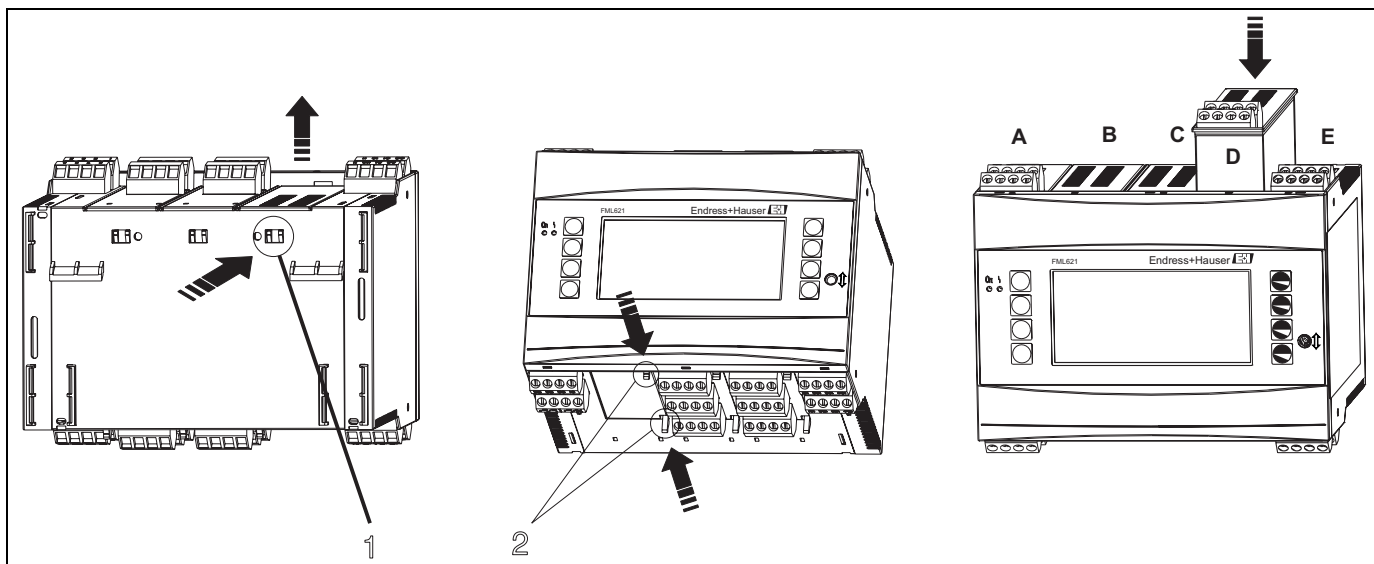

Fig. 3: Installazione di una scheda di espansione (esempio)
Lo strumento può essere dotato di diverse schede di espansione. A tale scopo, nello strumento sono presenti fino a 3 slot. Sullo strumento, gli slot per le schede di espansione sono contrassegnati con B, C e D (→ Fig. 3).
2. Rimuovere la copertura dello slot (B, C o D) dell'unità di base premendo insieme i fermi sul fondo dello strumento (v. Fig. 3, elemento 2), e allo stesso tempo il fermo sul retro della custodia (ad es. con un cacciavite) (v. Fig. 3, elemento 1). È ora possibile rimuovere la copertura dall'unità di base.
3. Inserire dall'alto la scheda di espansione nell'unità di base. La scheda di espansione non è installata correttamente se i fermi sul fondo e sul retro dello strumento (v. Fig. 3, elementi 1 e 2) non si bloccano in posizione. Assicurarsi che i morsetti di ingresso della scheda di espansione siano sulla parte superiore e che i morsetti di allacciamento siano rivolti verso la parte anteriore, come per l'unità di base.